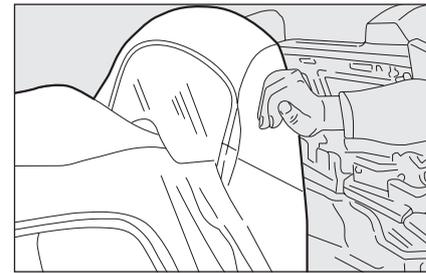

fig. 73
- abbassare l'arcone della capote **fig. 73** e successivamente aprire il bagagliaio;